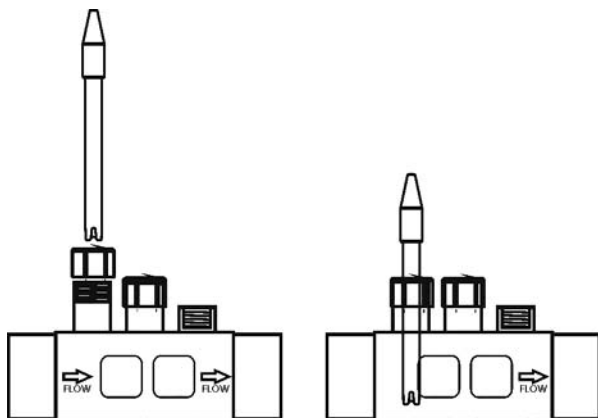

Fig. 12
1. Insérer les sondes pH/ORP fournie avec le système dans les logements correspondants du porte-sondes. (Fig. 12)